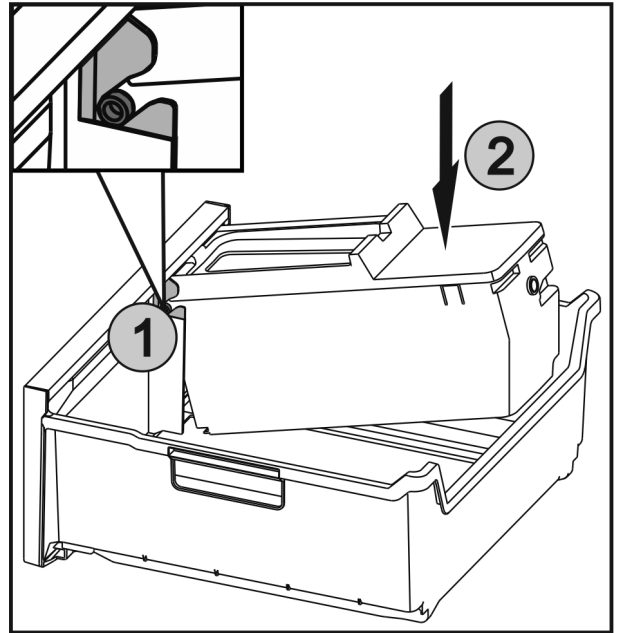

Fig. 53
- Inserire gli assi Fig. 53 (1) di EasyTwist-Ice nelle guide e premere la parte posteriore Fig. 53 (2) finché la linguetta non si innesta.